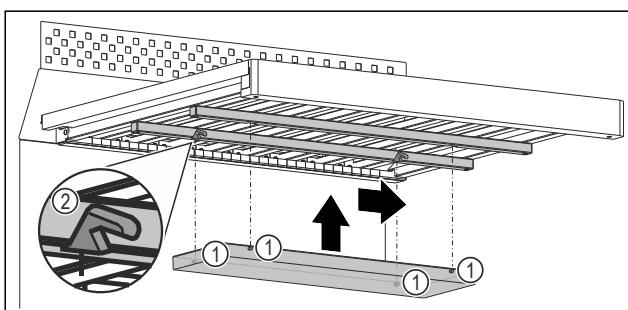

Fig. 105 Примерное изображение
- Установите каждый штифт Fig. 105 (1) в соответствующую выемку Fig. 105 (2) на направляющих под деревянной решеткой.